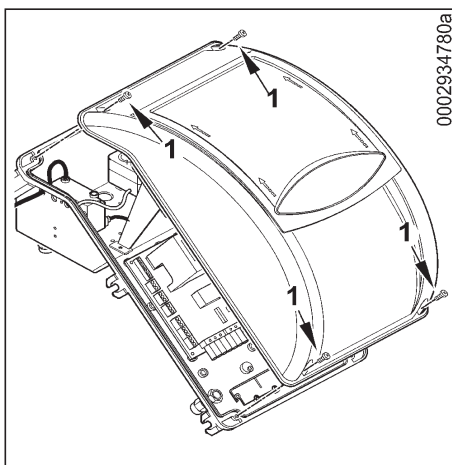

Рисунок 1
- Снимите крышку, открутив 4 винта "1", как на рис. 1, при этом не убирайте прозрачное окошко. Доступ к электрическому щиту горелки получен.